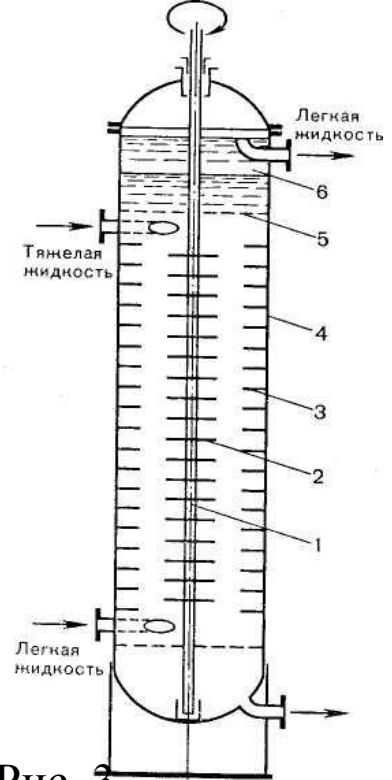

Рис. 3
- **Роторно-дисковый экстрактор** Рис. 3,4 – колонна разделенная на секции укрепленными на ее стенках перегородками. Расслоение фаз происходит в верхней и нижней отстойных участках колонны, отделенных от смесительной перфорированными перегородками. (рис.4)
- По оси колонны вращается ротор-вал с насаженными плоскими дисками, размещенными симметрично относительно перегородок. Две соседние кольцевые перегородки и диск между ними образуют секцию колонны. (рис. 3).